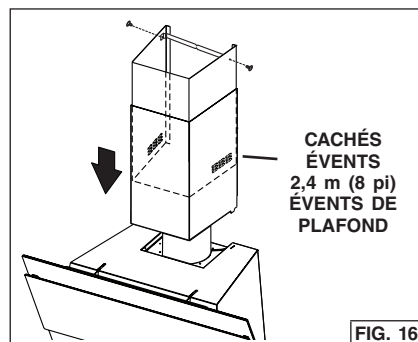

FIG. 16
- Les événements sont cachés si le plafond a une hauteur de 2,4 m (8 pi). Fig. 16